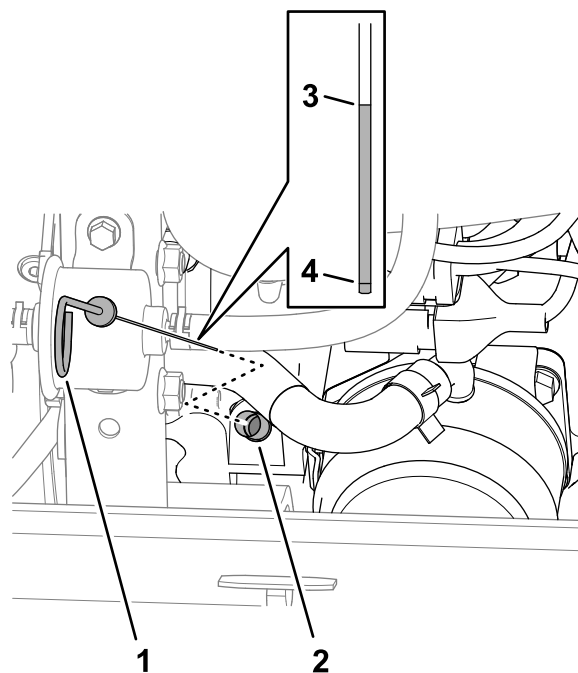

Figure 112
- Retirez la jauge du tube (Figure 112) et essuyez-la sur un chiffon propre.